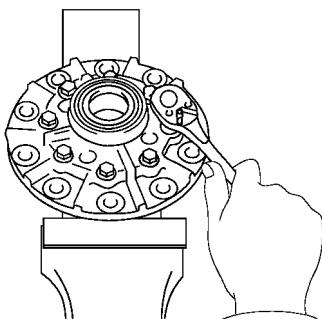

图 14-162 拆下左差速器
(2) 拆下差速器螺栓和带侧齿轮的左差速器壳。均匀地旋下各螺栓，每次都应将每个螺栓稍微旋松一些直至旋下，如图 14-162 所示。